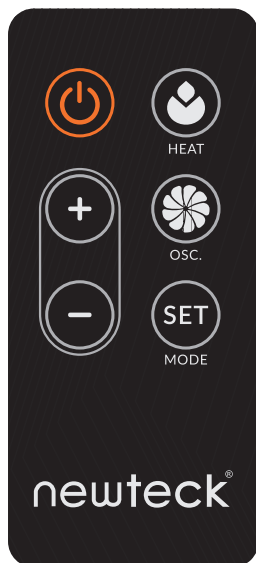

Imagen 1
- Deslice hacia afuera el soporte de la batería en la parte posterior del control remoto. (Imagen 1)